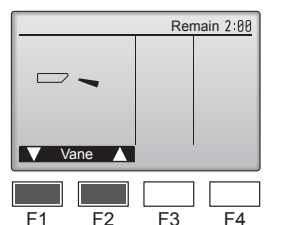

Fig. 7-4
2. Appuyez sur la touche [SELECT/HOLD] (SÉLECTION/EN ATTENTE) pour afficher l'écran de fonctionnement du volet puis appuyez sur les touches [F1] et [F2] pour contrôler le volet automatique. (Fig. 7-4)